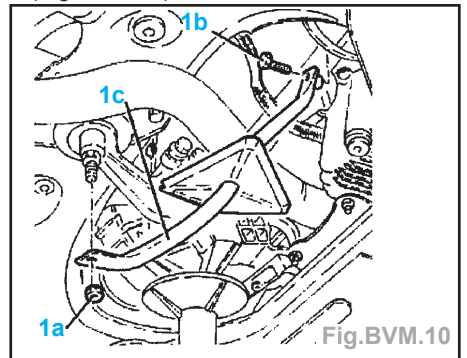

Fig. BVM.10
- Barre de renfort (Fig.BVM.10) :
- Déposer la barre de renfort (1c) (Fig. BVM.10).